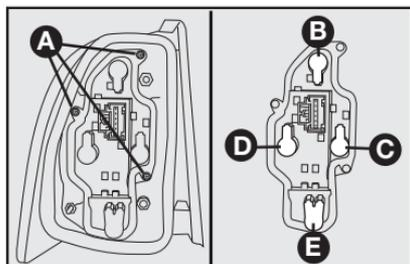

fig. 56
4) Presione las aletas **A-fig. 56** de bloqueo del portalámparas y quítelo de la lente.